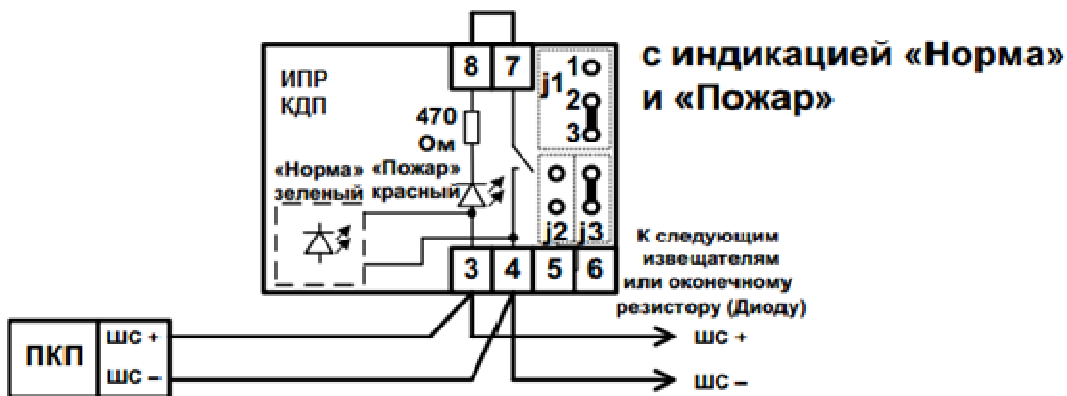

Рис.5. Подключение извещателя в НР схему ПКП с включением световых индикаторов «Норма», «Пожар».
Ток потребления извещателя в дежурном режиме (подключенного по схеме рис.5), не более.	40 мкА
- включение извещателя, и его эквивалентной схемы в режиме НР-контакта в шлейфе сигнализации с токопотребляющими извещателями (имитация дымового пожарного извещателя), приведено на рис.5,6,7. Величина $R_{доб}$. устанавливается в соответствии с техническим описанием ПКП.